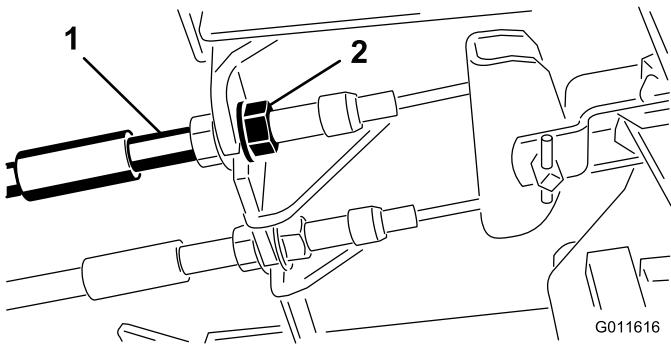

Figure 73
- Pour réduire la garde aux pédales de frein, serrez les freins en desserrant l'écrou avant sur l'extrémité filetée du câble de frein (Figure 73).